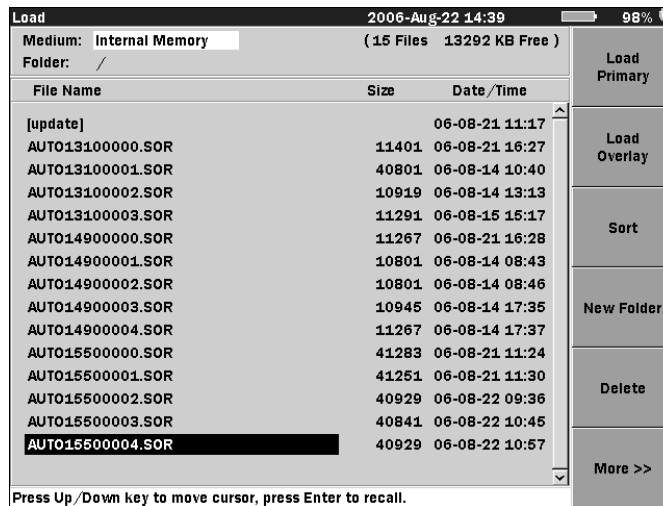

Figura 4-19: Pantalla Cargar
Hay cinco modos de ordenación a los que se accede mediante la tecla **Ordenar (f3)** desde las pantallas Cargar (consulte la Figura 4-19 en la página 4-47) o Guardar [Save] (consulte la Figura 4-21 en la página 4-55). Puede ordenar los archivos como se indica a continuación:
1. Pulse la tecla Archivo. Aparece la pantalla Cargar (consulte la Figura 4-19 en la página 4-47).
Utilice la pantalla Cargar (consulte la Figura 4-19) para eliminar archivos de datos almacenados en la memoria interna o en un lápiz de memoria USB. Puede eliminar un archivo, varios archivos o todos los archivos del directorio actual.
Utilice la pantalla Cargar (consulte la Figura 4-19) para copiar archivos de datos almacenados en la memoria interna o en un lápiz de memoria USB. Puede copiar un archivo, varios archivos o todos los archivos del directorio actual.